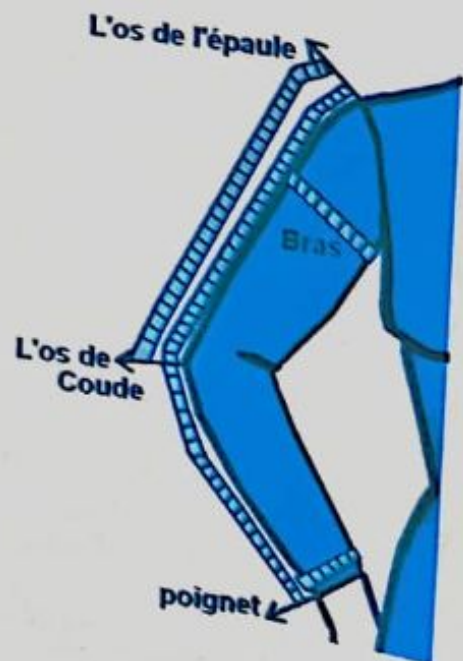

FIG. 2
**LARGEUR BAS MANCHE** : tour du poignet + aisances (fig.2).